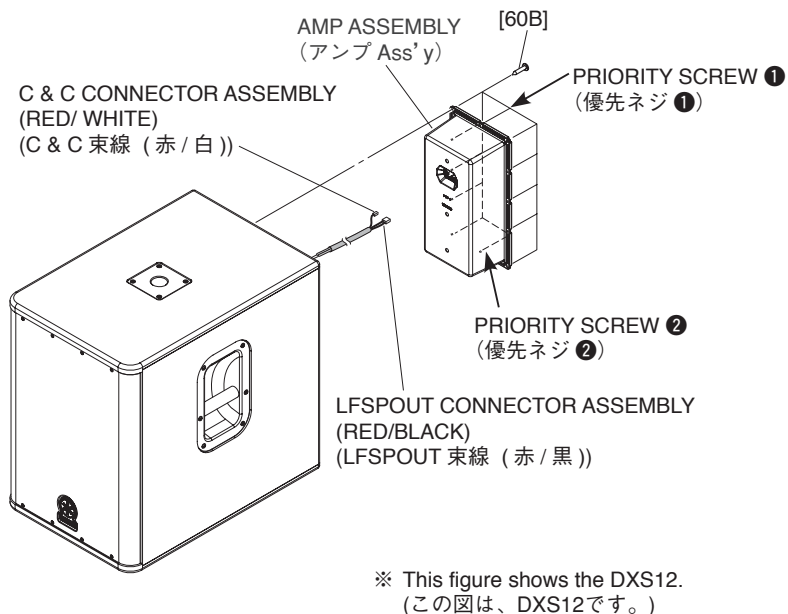

Fig. A-8 (図A-8)
(Fig. A-8)
- * **When installing the amp assembly, first tighten the two (2) priority screws in order as shown in Fig. A-8.**
- A-5-1 [60B] のネジ 12 本を外します。(図 A-8)
- ※ アンプ Ass'y を取り付けるときは、優先ネジ 2 本を図に示す順番で先に締めてください。(図 A-8)
(Fig. A-8, Photo A-1)
(図 A-8、写真 A-1)
- ※ アンプ Ass'y を引き出しすぎて、これらの束線を傷めないように注意してください。(図 A-8、写真 A-1)